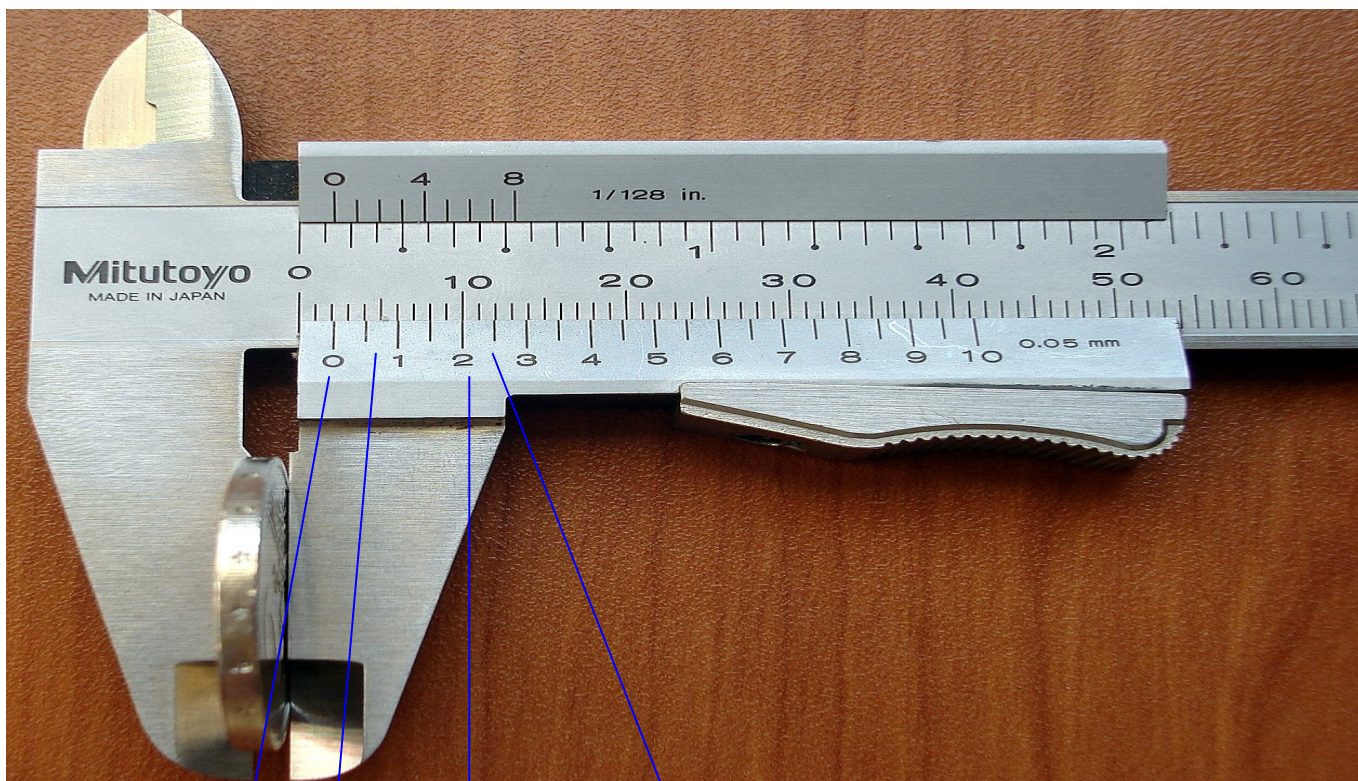

Figura 4: Medida de la altura de una moneda de 2 euros. El calibre indica **2,20 mm**.
- b) Posteriormente realizaremos la medida. Veamos el siguiente ejemplo, representado en la Figura 4 donde se mide la altura de una moneda de 2 euros.
3. Comprobamos que el **2** en el nonius coincide perfectamente con una de las marcas de la regla fija. En la Figura 4 el **2** del nonius coincide con el **10** de la regla fija.
La Figura 4 nos muestra cómo medir con las pinzas exteriores y en la Figura 5 cómo medir con la sonda de profundidad.